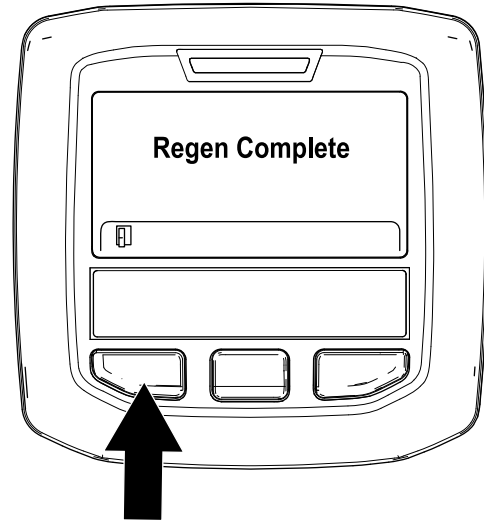

Figura 56
9. A regeneração em estacionamento está concluída quando a mensagem “Regen Complete” (Regen. completa) surge no InfoCenter. Prima o botão esquerdo para sair para o ecrã inicial (Figura 56).